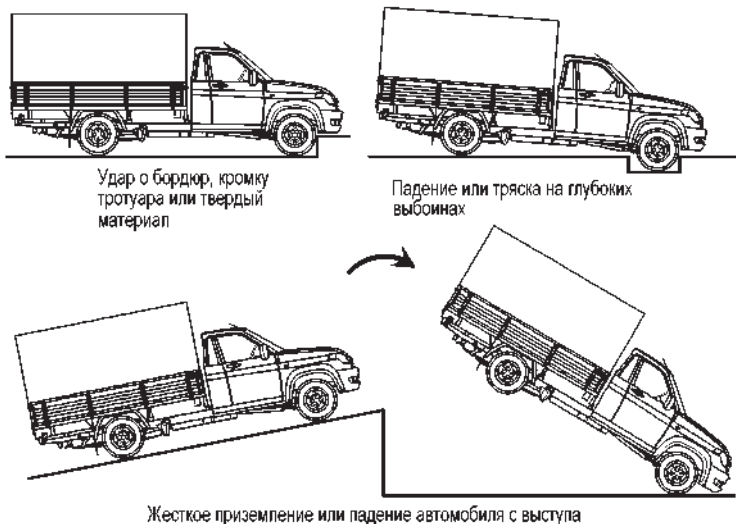

Рис. 3.42. Примеры ситуаций со срабатыванием системы пассивной безопасности водителя и переднего пассажира
– в случае достаточного по силе удара, воздействующего на автомобиль спереди, некоторые примеры показаны на (рис. 3.42).